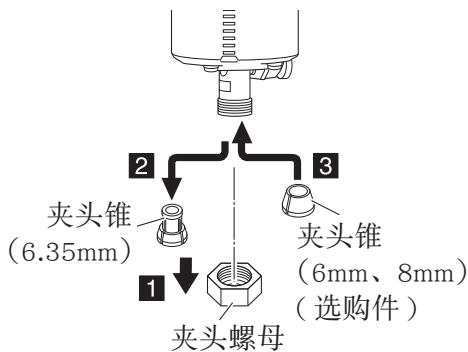

图 13
- (1) 固定轴，拆下夹头螺母，更换夹头锥。
- (2) 装上螺母，插入钻，拧紧螺母。(图 13)